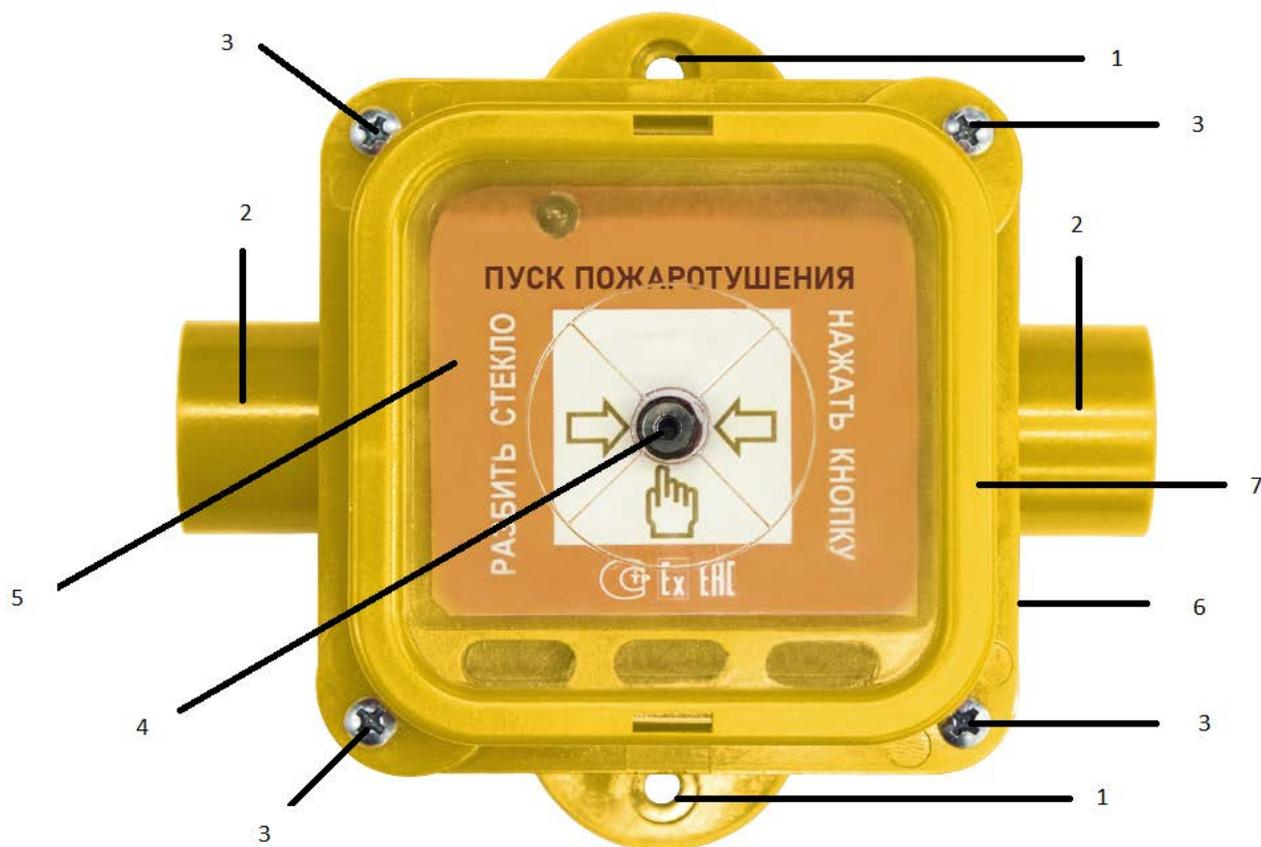

Рисунок 1 – Внешний вид УДП
- Разбить защитное стекло, рис. 1;
- ввернуть специальный ключ в приводной элемент и вытянуть его, УДП перейдет в режим «Дежурный», рис. 1.;